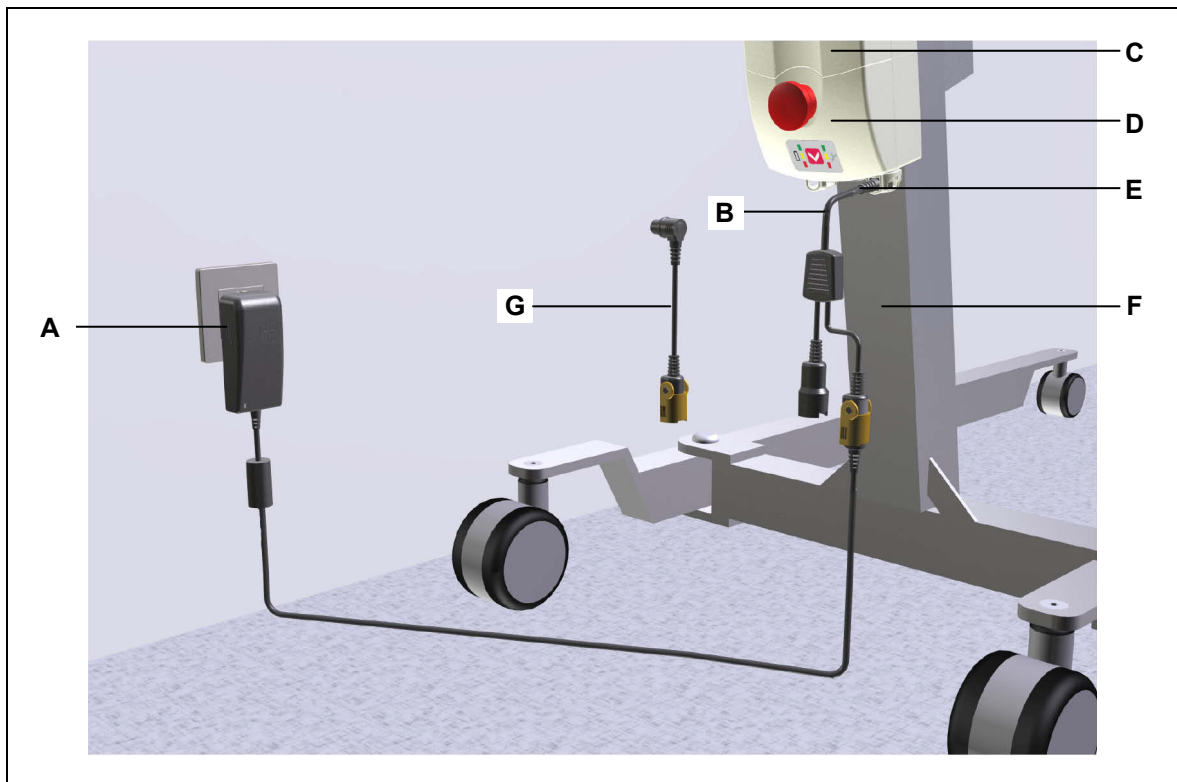

Abbildung 21 Laden des ACCU AC 4.5DC an der CONTROL AC 4.5DC
- 1 Schließen Sie den PLUG-IN CHARGER PB 4.5 mit dem Adapterkabel oder dem Y-Kabel an die CONTROL AC 4.5DC an, wie in Abbildung 21 gezeigt.